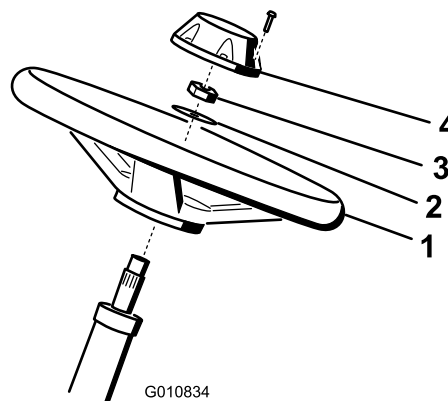

図 8
10. ワッシャとロックナットを使用して、ステアリングシャフトにハンドルを取り付ける 図 8。